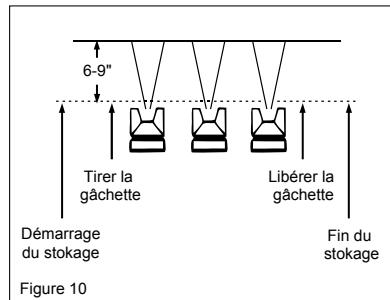

Figure 10
5. Actionnez le pistolet correctement. Démarrer le pistolet en mouvement au début de la course avant de presser la gâchette et relâchez la gâchette avant d'arrêter le mouvement des pistolets à la fin de la course. Cette procédure va vêtir par des plumes /mélanger chaque course avec la prochaine sans montrer le chevauchement ou l'irrégularité. (Voir la Figure 10)